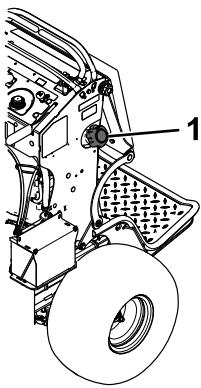

Bild 58
3. Reinigen Sie den Bereich um den Tankdeckel, damit keine Rückstände in den Kraftstofftank gelangen (Bild 58).